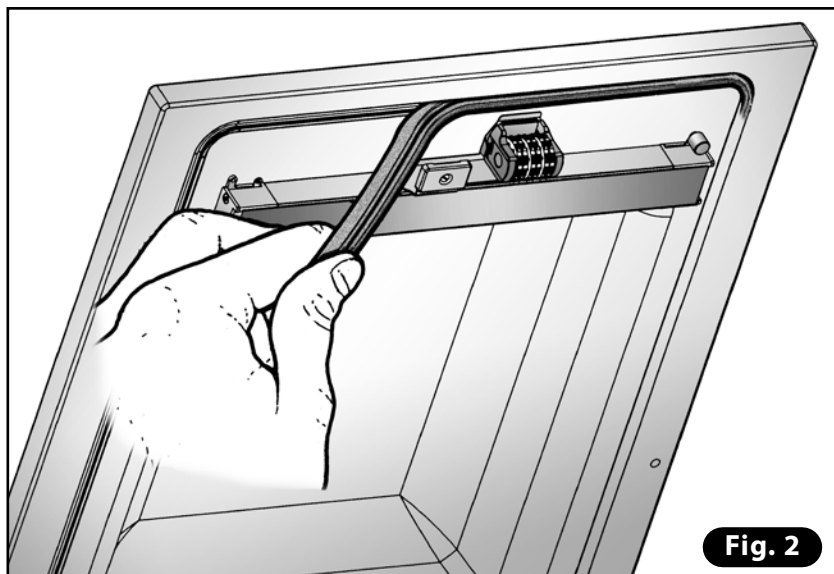

Fig. 2
- 2) Rimuovere la vecchia guarnizione, sfilandola dalla sua sede. Con l'ausilio di un detergente neutro, pulire accuratamente la sede della guarnizione (Fig. 2).
- 2) Rimuovere il profilo in silicone dalla barra di contropartita (**Fig. 2**).